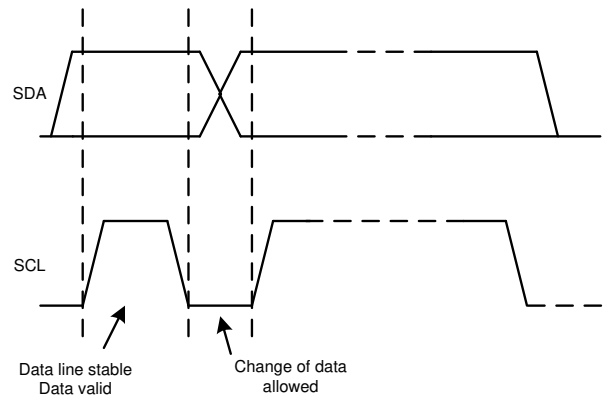

图 7-22. 在 I²C 总线上的位传输
2. 控制器随后产生 SCL 脉冲，并在 SDA 线上发送 7 位地址和读取/写入方向位 ($\overline{R/\overline{W}}$)。在所有传输期间，控制器确保数据有效。有效数据条件要求 SDA 线在时钟脉冲的整个高电平期间保持稳定，如图 7-22 所示。所有器件都识别控制器发送的地址，并将其与相应内部固定地址进行比较。只有具有匹配地址的目标器件才会通过在第 9 个 SCL 周期的整个高电平期间拉低 SDA 线来生成确认，如图 7-20 所示。当控制器检测到此确认时，则表示与目标的通信链路已建立。